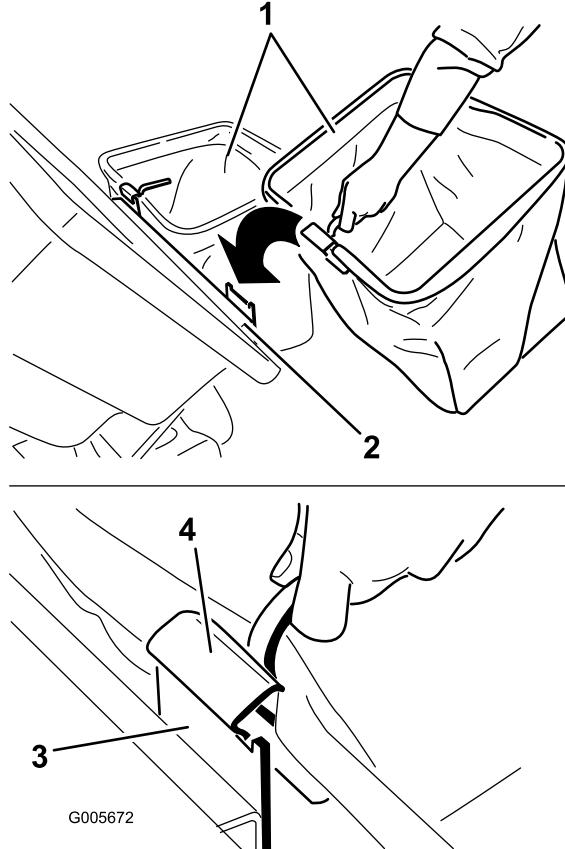

Figure 19
5. Pour installer les bacs, glissez les crochets du bâti sur les pattes de retenue (Figure 19).